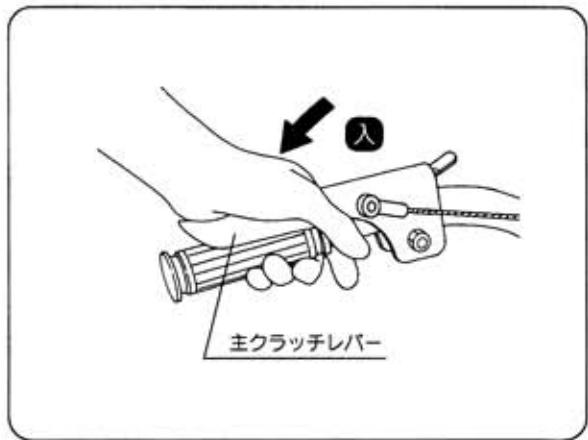

図37
- 主クラッチレバー【入】位置にしてベルトが確実に張れているか確認してください。(図37)